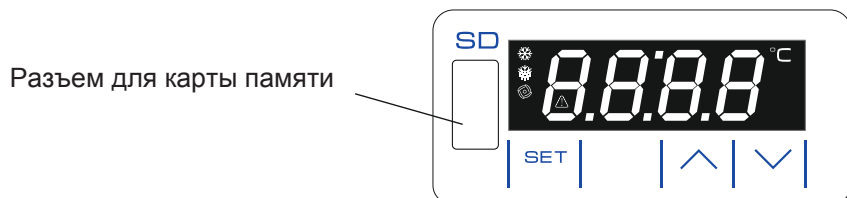

Рис. 2 Блок управления БУ-М01
7.2.1 Блок управления БУ-М01 обеспечивает: поддержание температурного режима в камере, индикацию температуры, включение звуковой сигнализации при выходе температуры в камере за установленные пределы и отключении электропитания, автоматическое отключение вентилятора при открытой двери холодильника. Блок управления БУ-М01 комплектуется картой памяти объемом 2Гб (установлена в блок управления) для записи показаний в энергонезависимую память в формате ".txt" каждые 5 минут (данный интервал времени установлен на предприятии - изготовителе и может быть изменен потребителем от 1 раза в минуту до 1 раза в час) и аккумуляторными элементами питания, которые обеспечивают запись температурных параметров в отсутствии электропитания в течении 24 часов. В основном рабочем режиме, на дисплее отображается текущая температура в холодильной камере и символы (охлаждения, нагревания, вентиляции, °C). Одновременно с этим происходит сохранение информации во внутренней памяти блока управления о текущей температуре, с заданным интервалом времени. При переполнении внутренней памяти, происходит перезапись наиболее старых значений новыми. Датчик температуры размещается внутри камеры холодильника. Органы управления выведены на панель управления холодильника (рис.2):